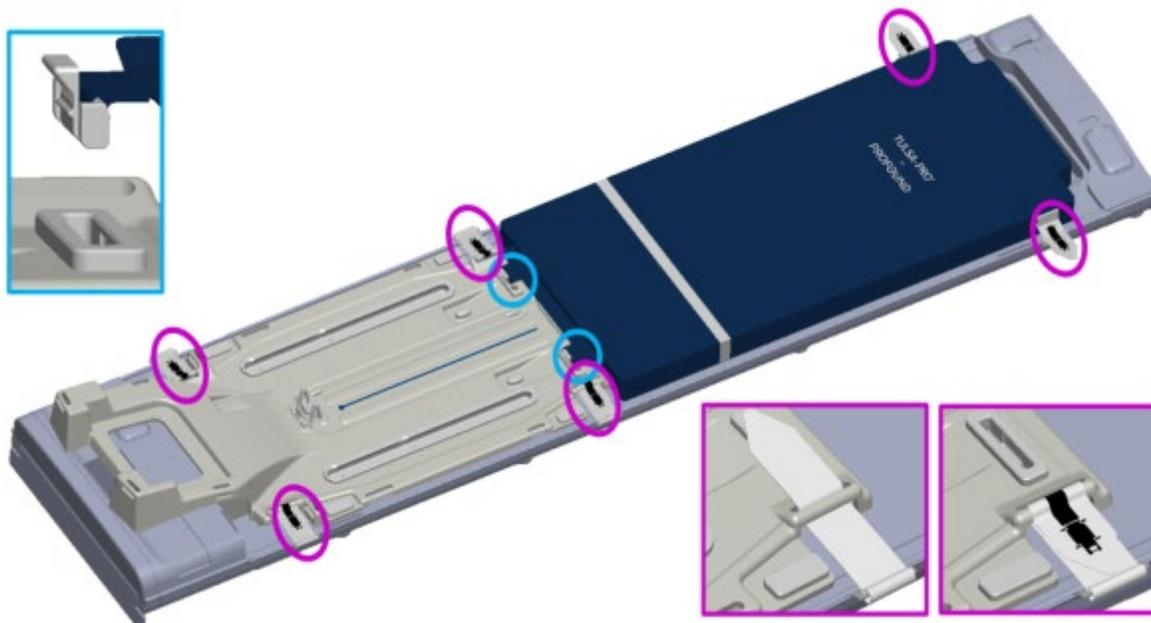

Figura 2: Fijación de la placa base y la almohadilla del paciente a la cama de IRM
1. **Tecnólogo en IRM** Coloque la placa base en el extremo de los pies de la mesa de IRM y fíjela con las cuatro correas de la placa base (*figura 2*, su configuración podría no coincidir exactamente
2. Coloque la almohadilla del paciente en la mesa de resonancia magnética y fíjela con las correas suministradas que se muestran en (*Figura 2*, su configuración podría no coincidir exactamente con la mostrada).
5.a.ii Preparación de una superficie de trabajo y conexión del sistema de posicionamiento (PS)